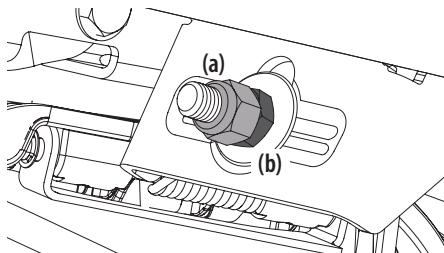

Figura 39
5. Para elevar el frente de la plataforma, extraiga la tapa de extremo, afloje la contratuerca exterior (a) y apriete (rosca hacia adentro) la tuerca interior (b) contra la ménsula de suspensión delantera. Consulte la Figura 39. Una vez alcanzado el ajuste adecuado, vuelva a ajustar la contratuerca exterior (a) y vuelva a colocar la tapa de extremo.
6. Para bajar el frente de la plataforma, extraiga la tapa de extremo, afloje la contratuerca exterior (a) y afloje (rosca hacia afuera) la tuerca interior (b) alejándola de la ménsula de suspensión delantera. Consulte la Figura 39. Cuando se logre el ajuste correcto, vuelva a apretar la contratuerca externa (a) hasta 57 pies-libras (77 N·m) y vuelva a colocar la tapa de extremo.